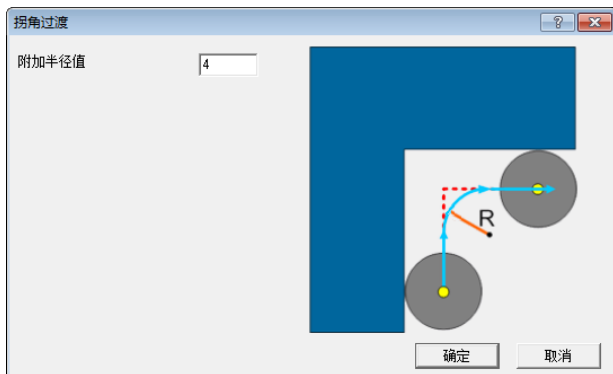

图 2-243 “拐角过渡”对话框
- **【拐角过渡】**: 用于设置刀轨在转角处的圆角半径。勾选该复选框,单击“拐角过渡”按钮,弹出“拐角过渡”对话框,如图 2-243 所示。